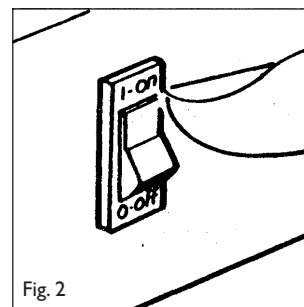
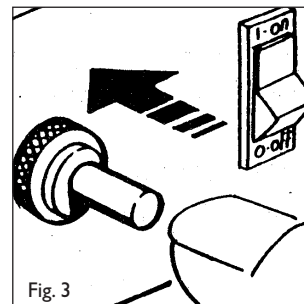
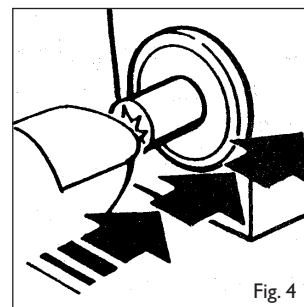

Fig. 2
Fig. 3
Fig. 4
- Slå på viftebryteren til stilling 1 (Fig.2) og sjekk at viften roterer. Trykk på gassventilens knapp(Fig 3) og samtidig trykk inn den piezoelektriske knappen , inntil brenneren starter (fig.4).
- Apparatet kan også brukes som vifte. Da må gasstilførselen frakobles. Og apparatet slås på (Fig 2).